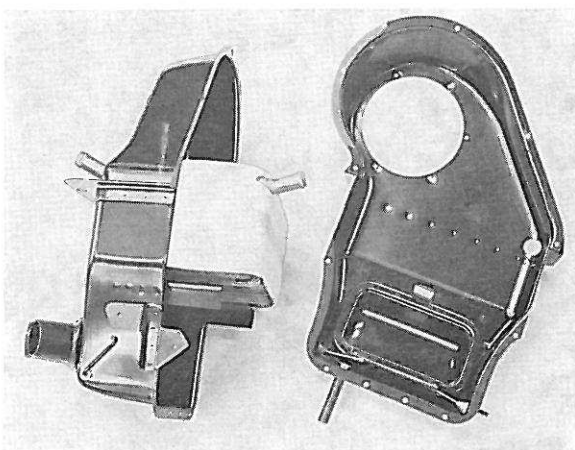

Figure 64. Chaufferette désassemblée
2. Enlever les vis d'assemblage des deux moitiés de la chaufferette et séparer ces deux moitiés (figure 64).
3. Sortir le système cellulaire (65).